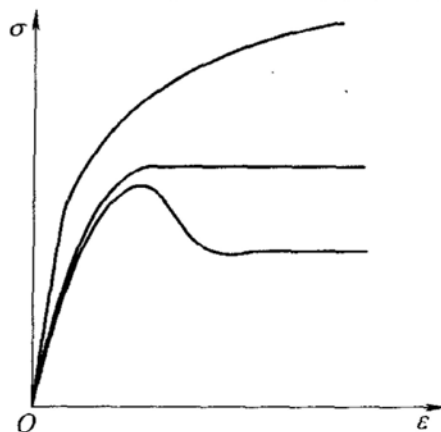

图 10-4 第七题第 2 小题图
2. 面心立方金属铜在三种不同条件下的真应力-应变曲线如图 10-4。说明它们可能是在怎样的温度和应变速率下形成的? 为何有